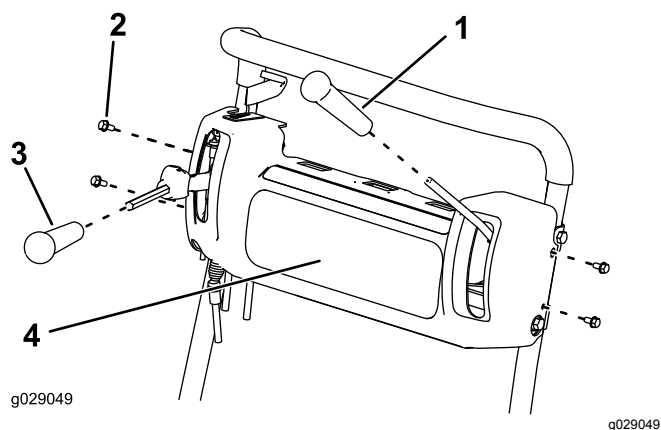

Figura 3
6. Rimuovete le impugnature delle leve di freno e trazione (**Figura 3**).
7. Rimuovete ed eliminate il rivestimento della consolle (**Figura 3**).